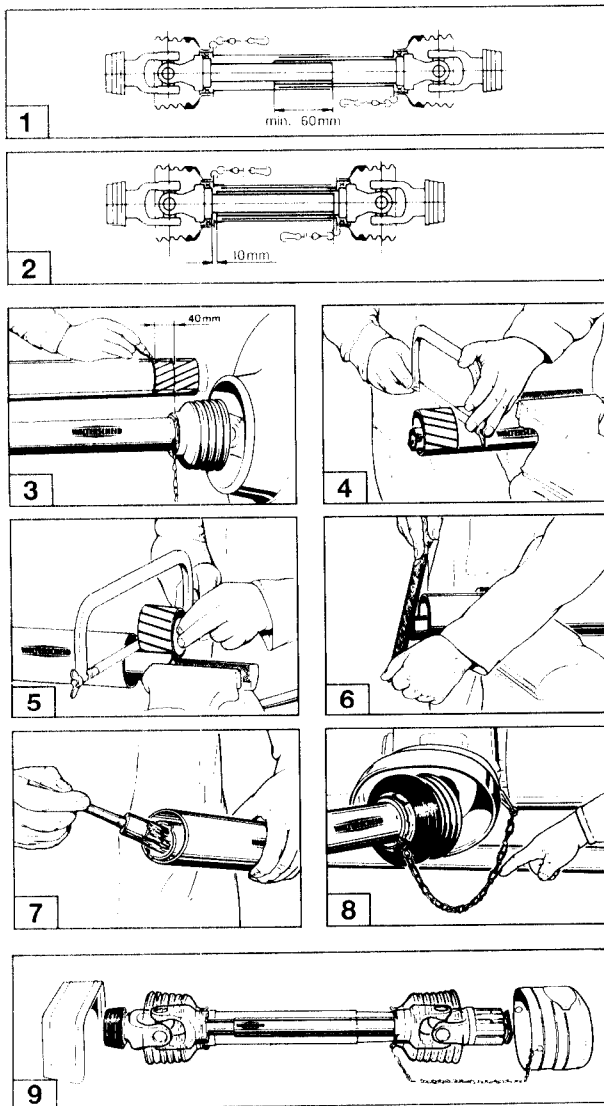

Fig. 5.2
**En accouplant pour la première fois l'arbre à cardan au tracteur, l'adapter selon les indications de la figure 5.2. Etant donné que la modalité d'adaptation décrite ne vaut que pour ce type de tracteur, vérifiez s'il y a lieu d'adapter l'arbre à cardan lorsqu'il est monté sur un autre type de tracteur.**